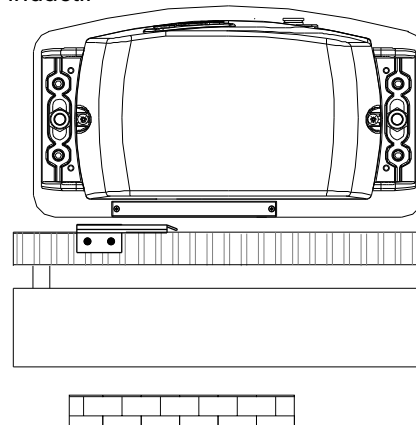
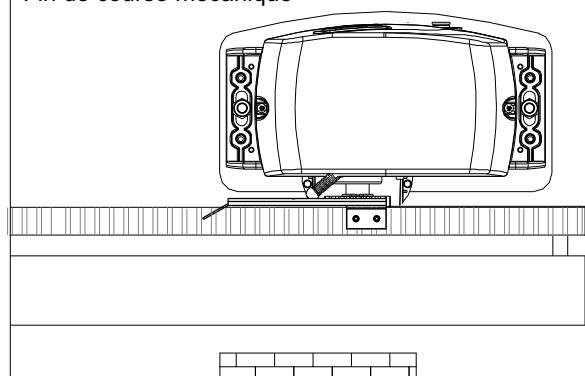
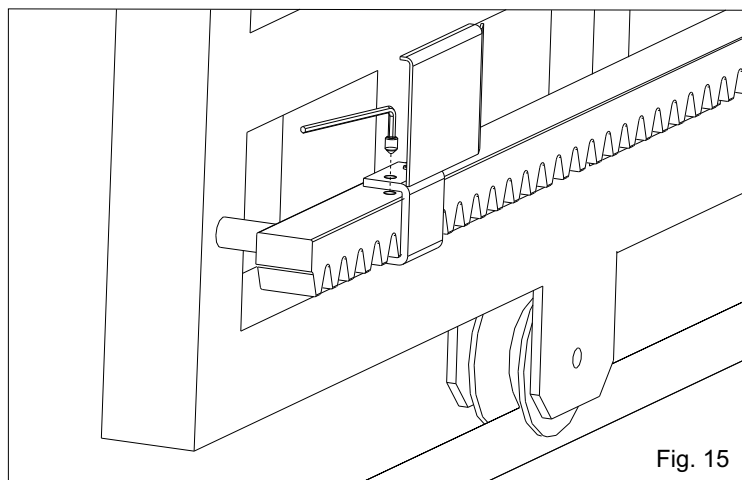
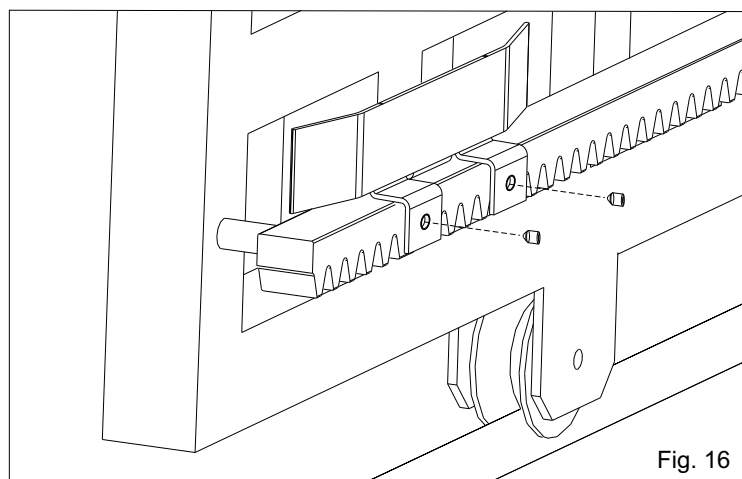

Fig. 13
Fig. 12
Fig. 15
Fig. 16
- Positionner la plaque sur la crémaillère de façon d'avoir le fin de course (doigt en cas de fin de course mécanique (Fig. 12); flèche d'identification positionnée sur le côté supérieur en cas de fin de course inductif (Fig. 13)) en correspondance du point X que se trouve à 50 mm du côté plié de la plaque (Fig. 14) et la fixer avec les vis en dotation (Fig. 15 - Fig. 16).
- Positionner la plaque sur la crémaillère de façon d'avoir le fin de course en correspondance du point X que se trouve à 50 mm du côté plié de la plaque (Fig. 14) et la fixer avec les vis en dotation (Fig. 15 - Fig. 16).